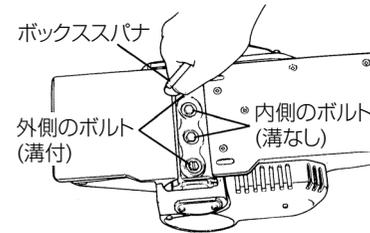
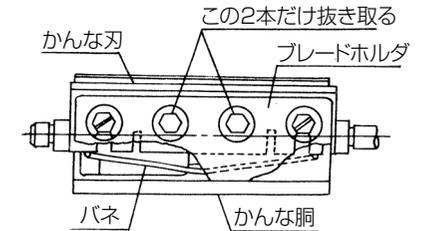
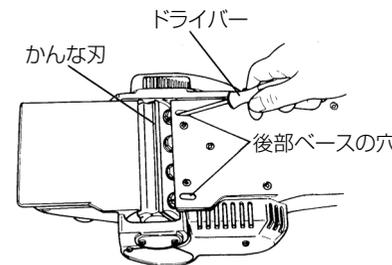

図 7
図 8
図 10
- (1) ボックススパナで外側のボルト 2 本をゆるめ、次に、そのまま軽く締め直します。(図 7)
- (2) 内側のボルト 2 本をボックススパナでゆるめて抜き取ります。(図 7、図 8)
- (3) 後部ベースの穴から、付属のドライバーをさし込み、外側のボルトの頭部の溝に合わせてゆるめると、かな刃はパネ(図 8)に押されて数ミリ飛び出します。(図 10)
- (4) かな刃の両端を持って、取りはずします。